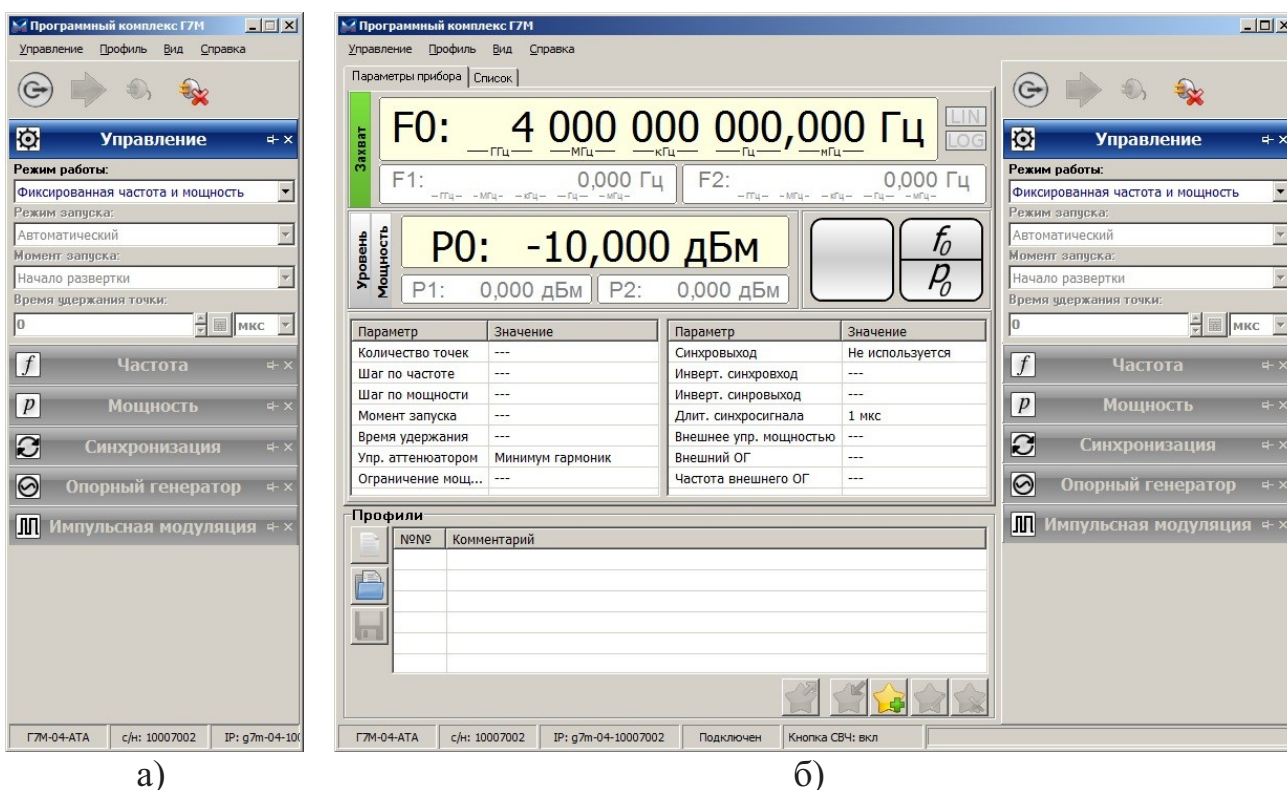

Рисунок 6.6 – Компактный и расширенный виды
- а) «Компактный» – окно ПО принимает компактный вид, отображаются только «Меню», «Панель управления» и «Статусная строка» (рисунок 6.6-а);
- б) «Расширенный» – окно ПО принимает вид, как при первом запуске, отображаются все элементы интерфейса пользователя – «Меню», «Панель управления», «Статусная строка» и др. (рисунок 6.6-а)